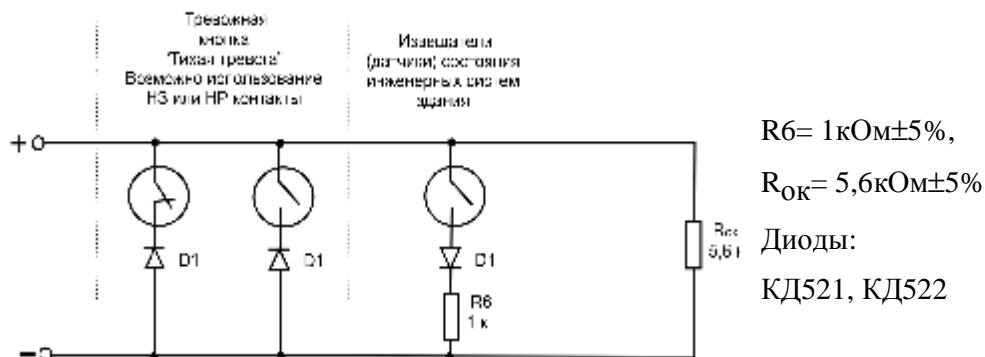

Рис.6. Схемы электрические принципиальные двух вариантов подключения охранного ШС.
5.5.7. В ШС №1 реализована тактика вневедомственной охраны (функция активирована при отсутствии в памяти объектовых ключей для ШС №1). Предусмотрены задержки на вход и выход при постановке/снятии с охраны. При этом извещатель открытия двери типа СМК подключается в соответствии с рис.6а, а объемный извещатель в том же шлейфе устанавливается по схеме 24 часового извещателя (рис.6а). Тактика постановки на охрану ШС №1 следующая:
В ШС с охранными извещателями (рис.6а) допускается включать только нормально разомкнутые тревожные кнопки и только в начало шлейфа.